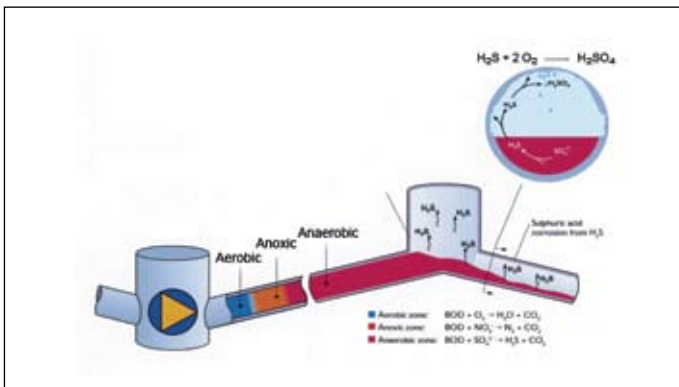

Fig. 1: Viser processen ved udvikling af H₂S i et kloaksystem.
2. Når svovlbrinte på gasform reagerer med ilt i luften, dannes der svovlsyre, som kan medføre tæring på bygværker og maskinudstyr med de dertil følgende konsekvenser. Jvf. fig. 1.